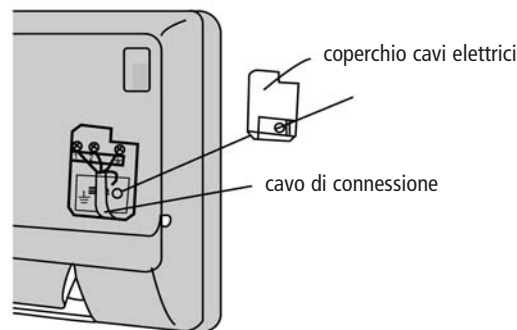

Fig. 3
4. Per i modelli 413-ACP-09, ACP-12 e ACP-18, collegare il cavo blu con l'attacco "N (1)", il nero al "2", ed il giallo-verde al "3" (messa a terra) come mostrato a pg. 21. Il viola al "4" e l'arancione al "5". Poi fissare il cavo con il morsetto.
5. Per il modello 413-ACP-24, AWD-99 e AWD-1212 collegare il cavo blu a "N(1)", il nero al "2", il marrone al "3", ed il giallo-verde (messa a terra) come mostra la fig.3. Il viola al "4" e l'arancione al "5". Poi fissare il cavo con il morsetto.